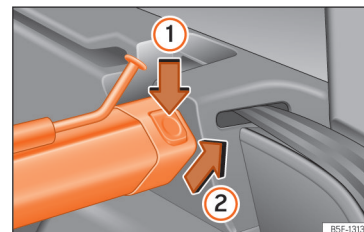

Abb. 186 Im Kofferraum: Trennwandnetz ausbauen.
- Linke oder rechte Entriegelungstaste »» (Abb. 186) in Pfeilrichtung ① drücken.
- Stützschaale in Pfeilrichtung »» (Abb. 186) ② abnehmen.
- Schale der Träger links und rechts entgegen der Pfeilrichtung »» (Abb. 186) ② drücken, bis diese einrastet. Die roten Markierungen an den Entriegelungstasten dürfen nicht mehr sichtbar sein.